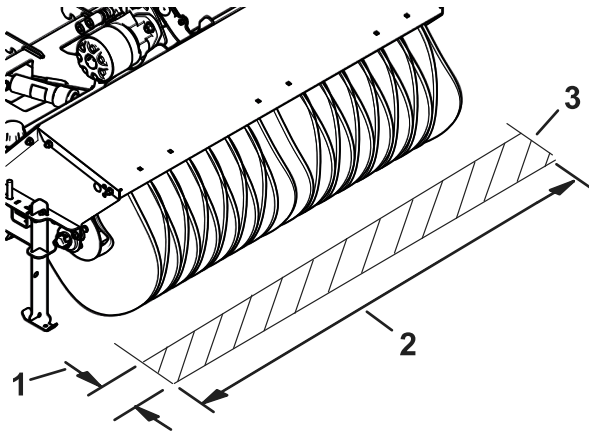

Figura 17
- Compruebe que la zona barrida es igual a la longitud del cepillo con una anchura máxima de 51 mm - 102 mm (2" - 4") como se muestra en la Figura 17.